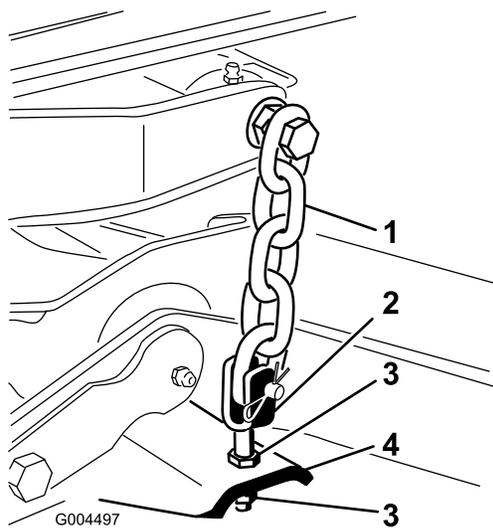

Bild 24
8. Stellen Sie die Klemmmuttern ein, mit denen die Mähwerkabeln bzw. -ketten am Mähwerk befestigt sind, bis das Mähwerk nivelliert ist (Bild 24).
7. Bild 24 Stellen Sie die Klemmmuttern ein, mit denen die hinteren Mähwerkjoch bzw. -ketten befestigt sind, um das Heck des Mähwerks anzuheben, sodass die Messereneigung auf 8 mm eingestellt ist.